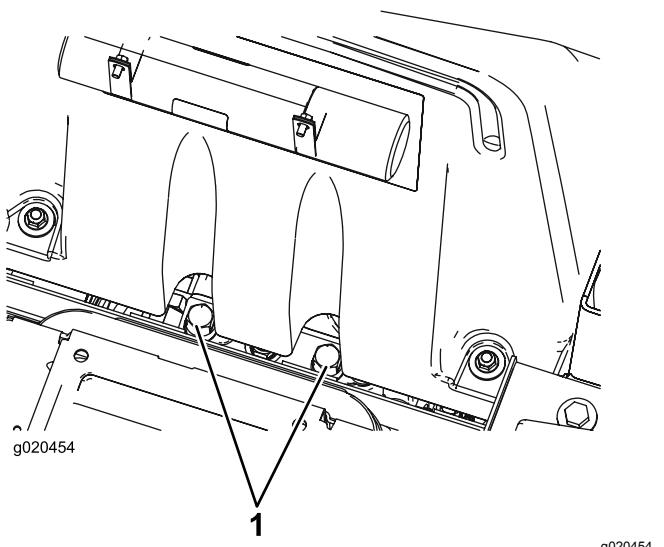

Figura 52
- Sollevate il sedile e individuate le valvole di bypass, che sono posizionate sotto la parte anteriore del serbatoio del carburante (Figura 52).